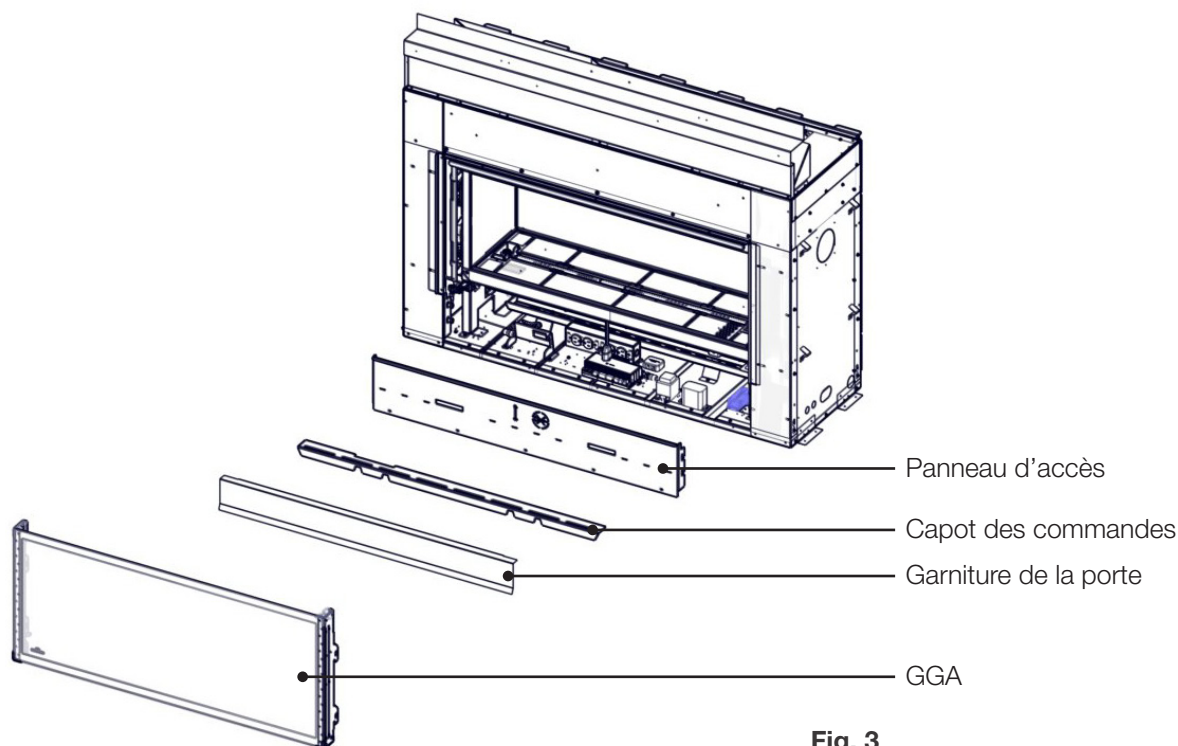

Fig. 3
3. Pour faciliter l'installation au moment de l'ajustement préliminaire, retirez la garniture de la porte, le capot des commandes et le panneau d'accès (**Fig. 3**).